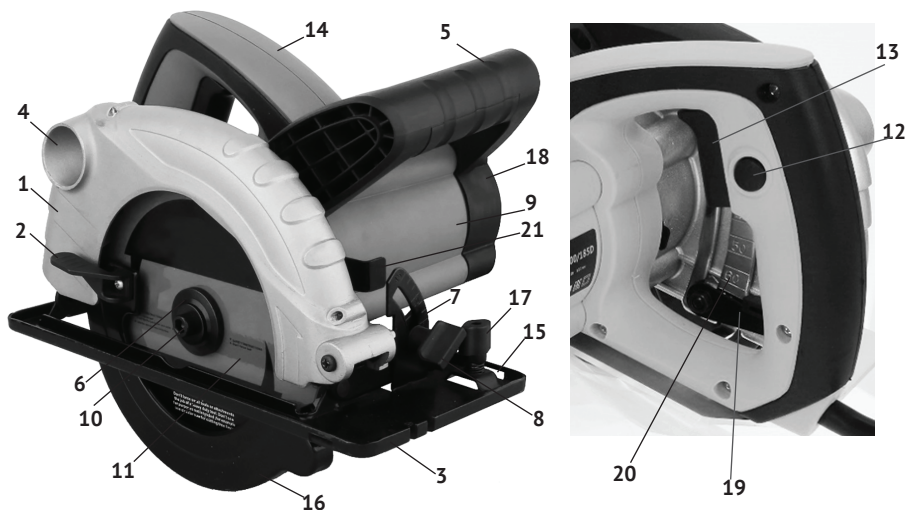
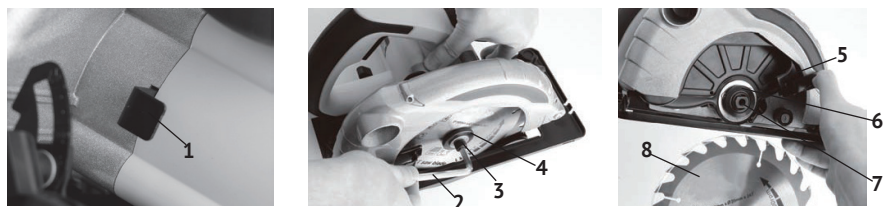

рис.1
рис.2
1.6 Общий вид пилы представлен на рис.1
1.7 Пила состоит из коллекторного двигателя в пластиковом корпусе (рис.1 поз.9) с закреплёнными на нём рукоятками (рис.1 поз.5 и 14) и металлического редук-
тора, совмещённого с верхним неподвижным кожухом (рис.1 поз.1). Крутящий момент с якоря электродвигателя, через шестерню, передаётся на шпindel, соосный с электродвигателем. На шпindel пилы, между опорным и зажимным (рис.1 поз.6) фланцами крепится пильный диск (рис.1 поз.11). Это основной рабочий инструмент пилы. Пила имеет функции: изменение глубины реза и поворот режущего блока (вправо) для для наклонного пиления (до 45°).
1.8 Клавиша выключателя (рис.1 поз.13) расположена в нижней части основной рукоятки (рис.1 поз.14). Во избежание самопроизвольного включения инструмента, выключатель снабжён блокировкой клавиши (кнопка блокировки, рис.1 поз.12, расположена на левой части рукоятки). Включение пилы осуществляется нажатием на клавишу выключателя (рис.1 поз.13) указательным пальцем после нажатия и удержания кнопки блокировки большим пальцем. Пила отключается при отпускании клавиши выключателя, при этом кнопка блокировки (со щелчком) возвращается в исходное положение - заблокировано.
2.2.1 Закрепить на шпindel пильный диск, соответствующий обрабатываемому материалу. Для установки (замены) диска необходимо (см. рис.2):
- зафиксировать шпindel (рис.2 поз.7), нажав на рычаг стопора (рис.2 поз.1);
- открутить ключом (рис.2 поз.2) винт крепления диска (рис.2 поз.3), снять зажимной фланец (рис.2 поз.4);
- переместить вверх за рычаг (рис.2 поз.5) нижний подвижный кожух (рис.1 поз.16), снять пильный диск (при замене);
- очистить опорный (рис.2 поз.6) и зажимной фланцы;
- установить на шпиндель (рис.2 поз.7) пильный диск (рис.2 поз.8);
2.2.3 При необходимости изменения глубины пиления, поднять рычаг (рис.1 поз.19) фиксации глубины пропила, выставить направляющую плиту (рис.1 поз.3) по шкале (рис.1 поз.20) в нужное положение и зафиксировать в выбранном положении, опустив рычаг.
- ослабить рукоятку (рис.1 поз.8) фиксации угла наклона режущего блока;
- подняв за рукоятку (рис.1 поз.14) режущий блок (двигатель с диском), выставить
по шкале кронштейна (рис.1 поз.7) необходимый угол пиления;
Внимание! При пилении под наклоном, значение глубины пропила, устанавливаемое по шкале (рис.1 поз.20), не совпадает с истинным значением. Глубина пропила в данном случае равна перпендикуляру от вершины пильного зуба к плоскости направляющей плиты.
2.2.5 При необходимости отпиливания заготовок строго определённой ширины, установите параллельный упор - линейку. Упор вставляется в отверстия (рис.1 поз.15) направляющей плиты (справа или слева) и крепится винтом (рис.1 поз.17).
Внимание! Не фиксируйте нижний подвижный кожух (рис.1 поз.16) в открытом положении. Это может привести к заклиниванию диска, а также к травмам и повреждениям. Кожух будет автоматически сдвигаться при движении направляющей плиты по заготовке.
- необходимо снять заднюю крышку (рис.1 поз.18) корпуса двигателя, открутив винты крепления.